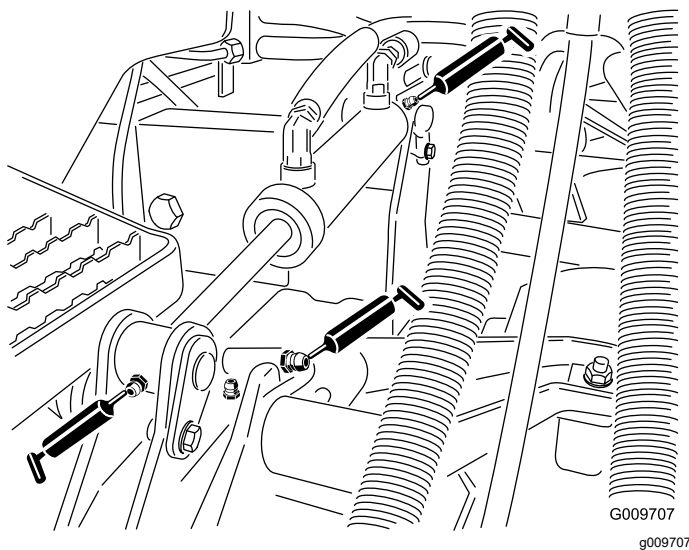

図 77
- 図 77 に示す、昇降アームのブッシュカッティングユニット 1 台に 1 ヶ所
- 図 77 に示す、昇降シリンダのブッシュカッティングユニット 1 台に 2 ヶ所